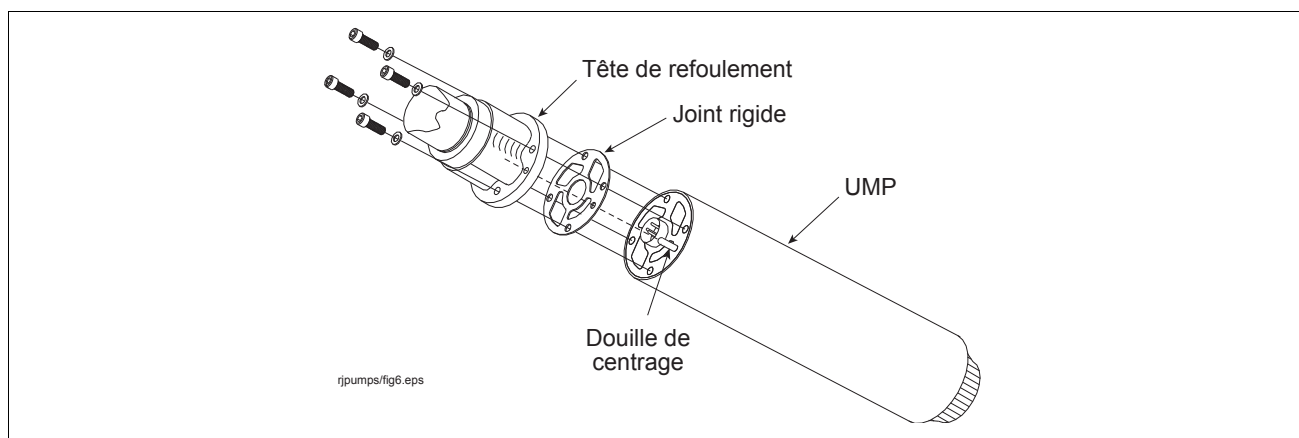

Figure 8. Aligner le joint rigide de l'UMP
2. Placer le nouveau joint rigide sur la nouvelle UMP de façon à ce que toutes les cavités soient alignées (voir figure 8).
4. Poser les écrous de retenue de l'UMP ainsi que les rondelles de blocage (voir figure 8). Enfiler les écrous et serrer en suivant une procédure en croix. Serrer au couple de 7 ft-lbs (11 N•m).